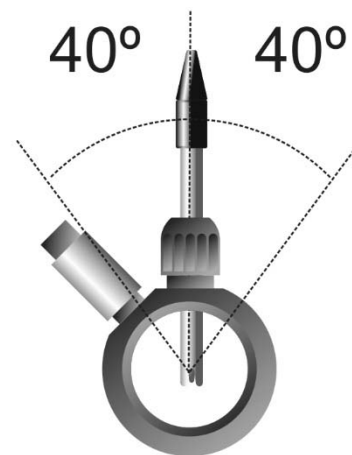

Fig. 3a
4. **Instale sempre os sensores de pH/ORP preferencialmente na posição vertical ou com uma inclinação máxima de 40° (Fig. 3a).**